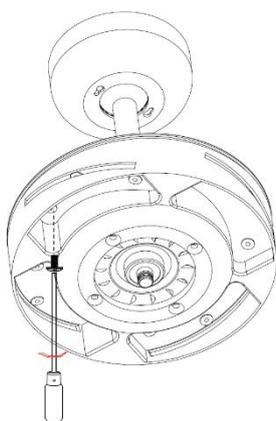

Fig. 5
2. Prima di installare le pale, rimuovere le viti per pale pre-installate sull'unità motore del ventilatore (Fig. 5).